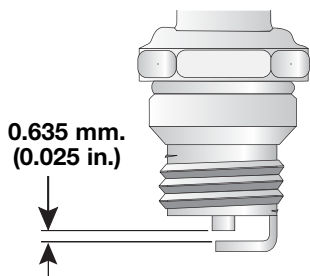

Fig. 34
4. Remplacez toute bougie fendillée, encrassée ou sale. Réglez l'écartement à 0,635 mm (0,025 po) à l'aide d'une jauge d'épaisseur (Fig. 34).